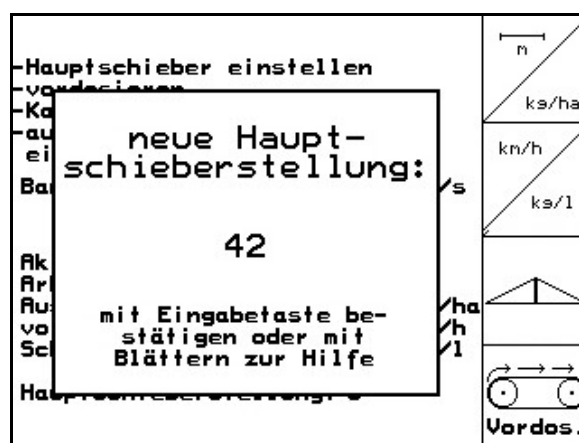

Fig. 40
- Se mostrará el valor de ajuste de la nueva posición de la corredera principal (Fig. 40).